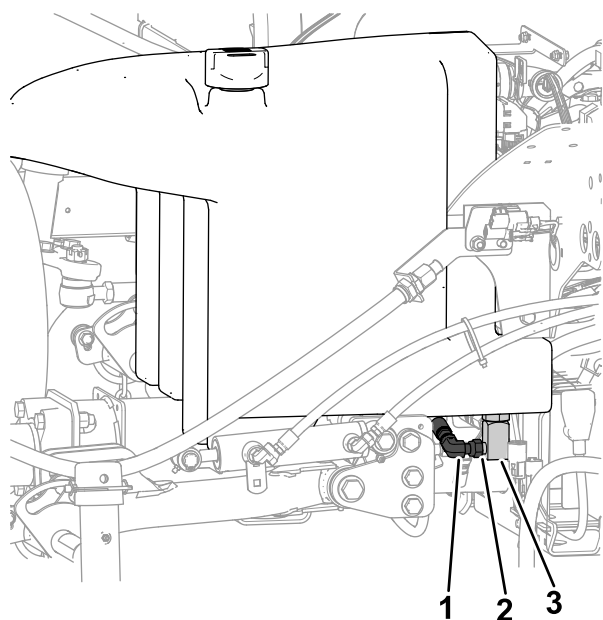

图 108
- 在液压油箱底部的歧管图 108 下方放置一个大放油盘请参阅 液压油容量 \(页码 56\)。